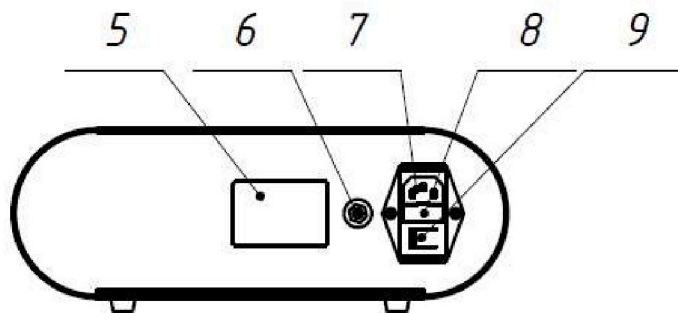

Рис.6. Задняя панель блока ИК коагулятора.
Маркировка изделия размещается на задней стенке блока ИК коагулятора (рис.6, поз.5) и на потребительской упаковке.
6. Подключить разъём выравнивания потенциалов на задней панели блока ИК коагулятора (рис.6, поз.6) к шине выравнивания потенциалов помещения (если таковая имеется).
7. Подключить кабель питания к разъёму на задней панели блока ИК коагулятора (рис.6, поз.7) и к сети питания.
8. Включить выключатель на задней панели блока ИК коагулятора (рис.6, поз.7).